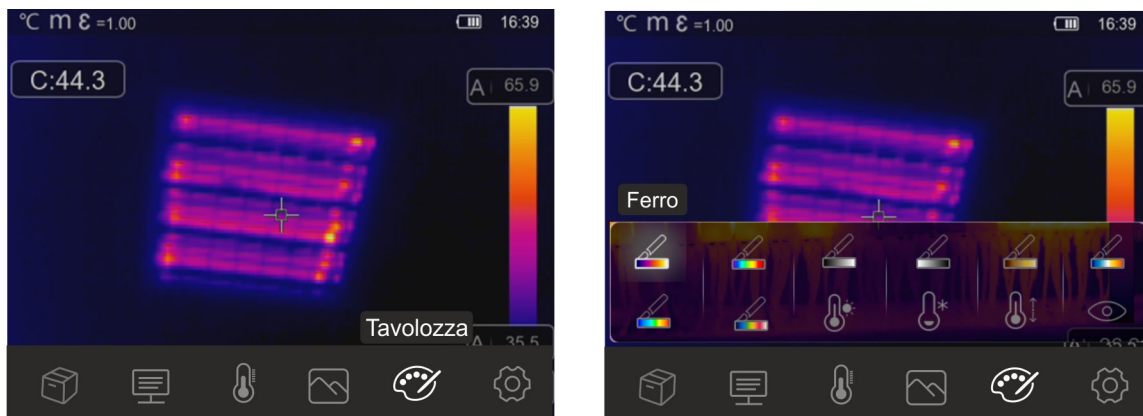

Fig. 39: Selezione tavolozze colori e funzioni isoterme
2. Toccare l'icona "🎨" per entrare nel menu "Menu Tavolozza". La videata di Fig. 39 – parte destra è mostrata a display